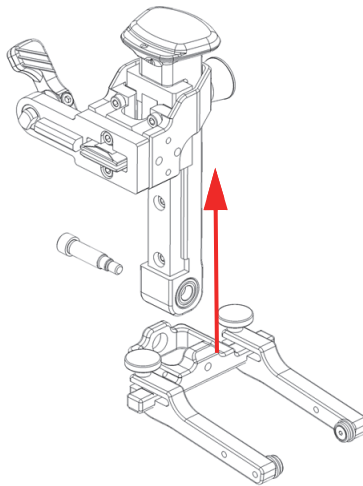

图 2-23 从轭的旋转梁上滑出弹簧加载臂的导轨
5. 从轭的旋转梁上滑出弹簧加载臂（SLA）的导轨（参见第58页的图 2-23）。